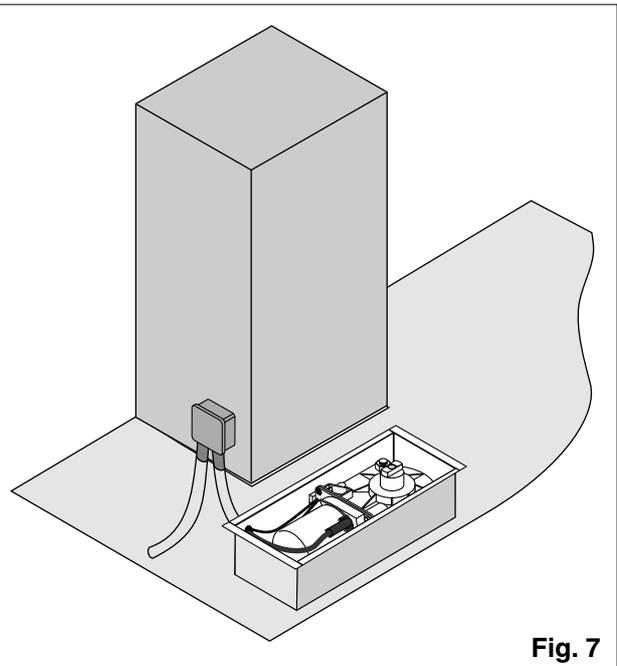

Fig. 7
- 4.3 (Fig. 7) Faire passer les câbles d'alimentation et de terre dans la goulotte prévue jusqu'à la boîte de dérivation.